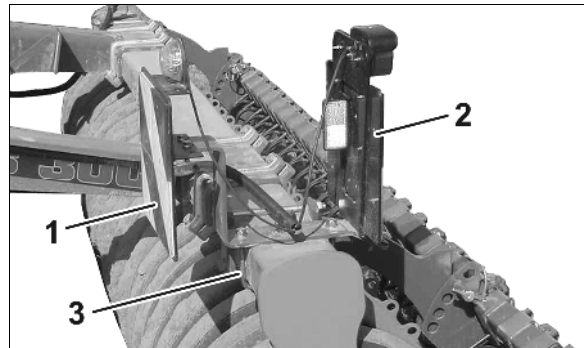

Fig. 15
- o Klemmbügel lösen und Beleuchtung vorn (Fig. 15/1) und hinten (Fig. 15/2) demontieren.